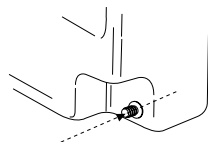

Abb.. 2
- 2) Den Dichtungsring, das Ablaßrohr und die Nutmutter am Anschlußstutzen des Tankes befestigen (s. Abb. 2).